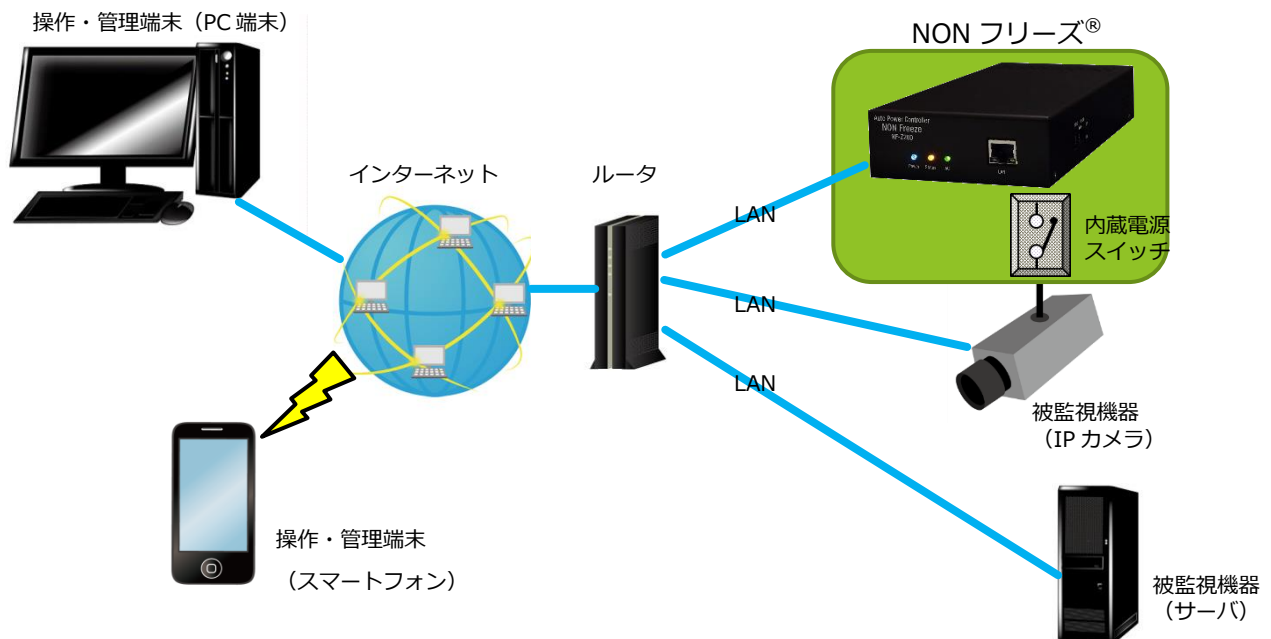

Fig.1 システム構築例
Fig.1 に本装置を使った高可用性システム構築例を示します。 この例では、本装置は被監視機器 (IP カメラとサーバ) を常時死活監視し、被監視装置の異常を検知した場合には、①IP カメラに対しては本装置の内蔵電源スイッチ (リレー) を OFF/ON し被監視装置の再起動を、②サーバに対しては HTTP 通信もしくは Telnet 通信により被監視装置の再起動をそれぞれ試みます。 また、本装置のスケジュール管理機能にて被監視装置をあらかじめ決まった時刻に起動/シャットダウンし省電力システムを実現することができます。